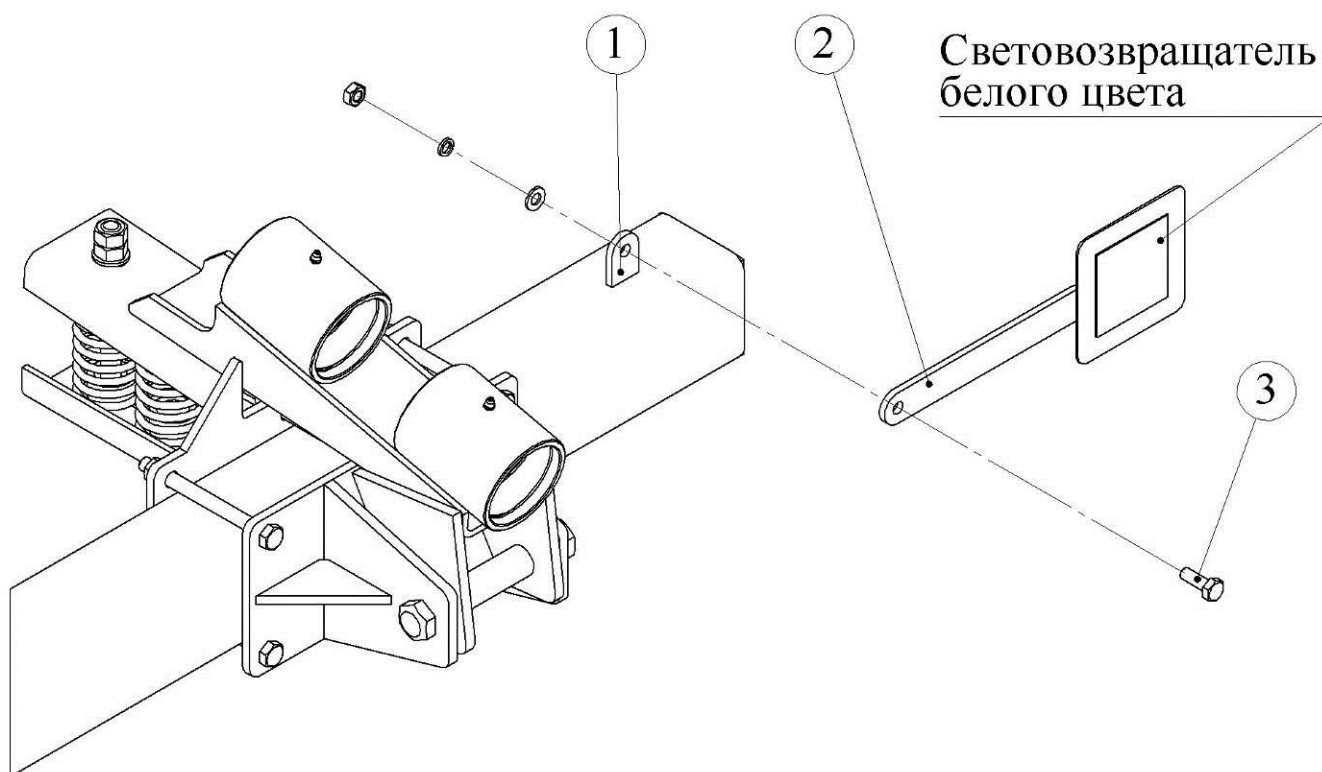

Рис. 4.7.3. Установка катафотов
4.7.3. На приваренные проушины на основной балке (1) установите катафоты (2) с помощью болтов (3) М10х30 и гайки М12, подложив шайбу плоскую и шайбу пружинную (рис.4.7.3).